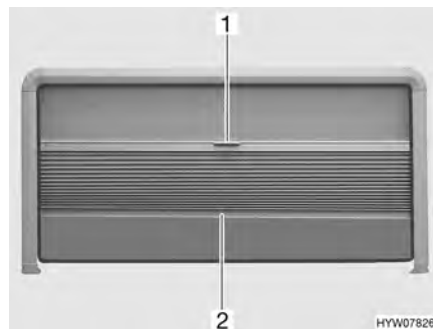

Bild 69 Överkantshängda fönster
- Ta tag i mitten på plisségardinens kantlist (Bild 69,2) och dra försiktigt ned den.
- Håll plisségardinens kantlist (Bild 69,2) i mitten och skjut upp plisségardinens försiktigt.
- Drag försiktigt ned insektsskyddet (Bild 69,1) i handtaget.
- Skjut upp insektsskyddet väldigt långsamt med plisségardinens kantlist (Bild 69,2).